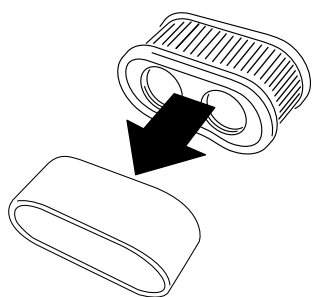

Figura 39
5. Togliete l'elemento in schiuma sintetica dall'elemento di carta (Figura 39).